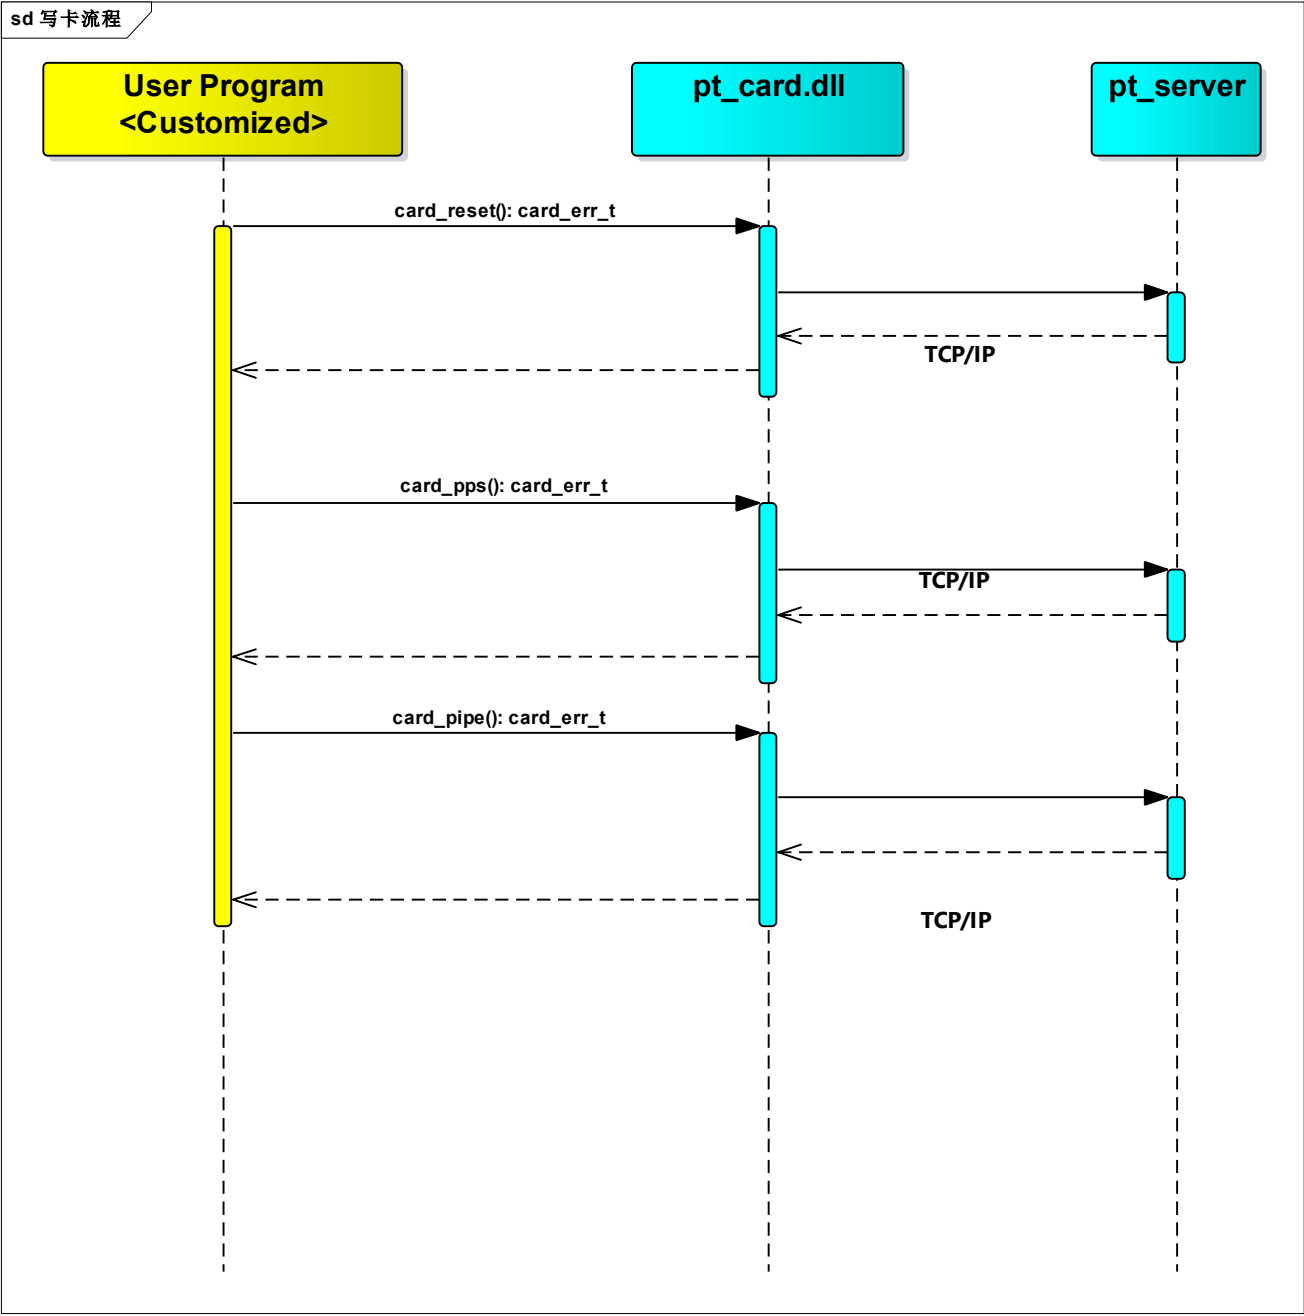

图 3.2 写卡流程
- 运行流程：用户程序通过调用 pt\_card.dll 的接口函数完成对芯片的个性化写入，如图 3.2 所示。